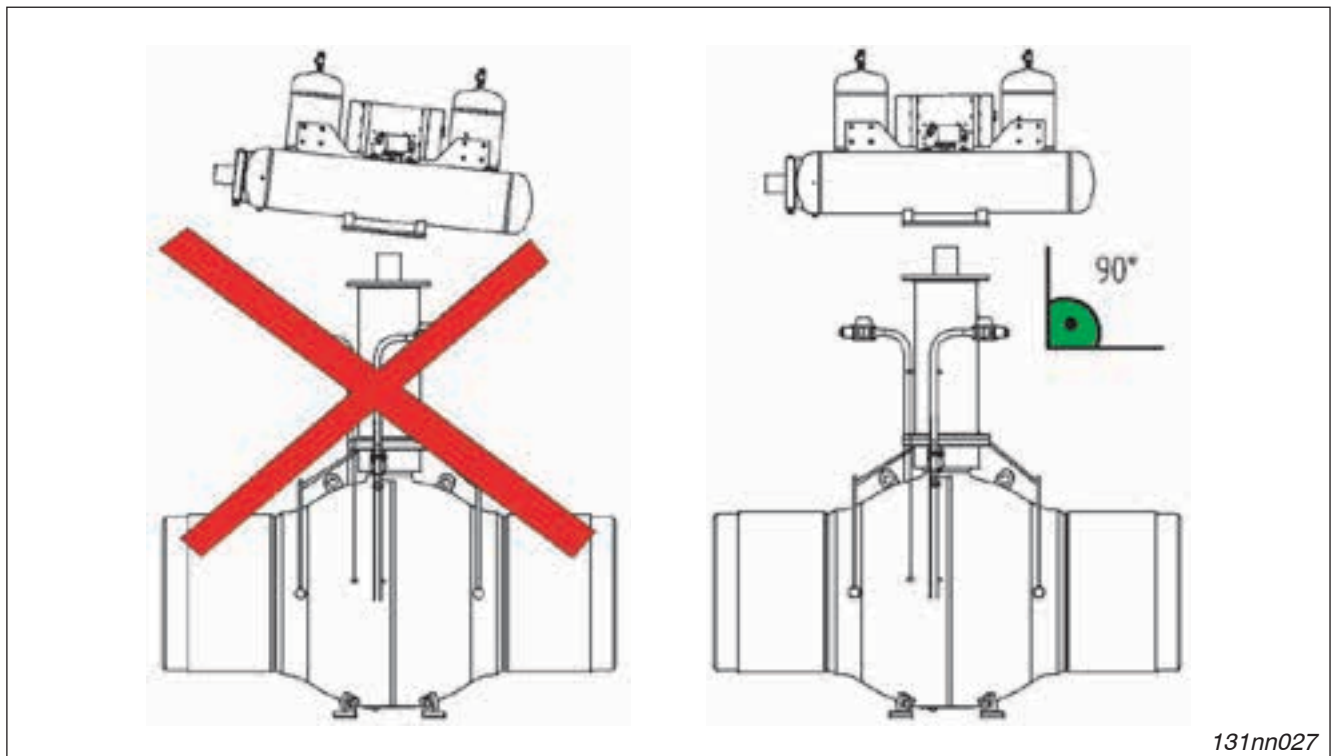

Fig. 4-1 Antriebssystem senkrecht absenken
Das Antriebssystem zur Montage waagrecht auf die Armatur aufsetzen (Fig. 4-1)! Antrieb und Armatur erst in vollständig abgesenktem Zustand ausrichten.
5. Antriebssystem langsam senkrecht auf die Armatur absenken (Fig. 4-1).